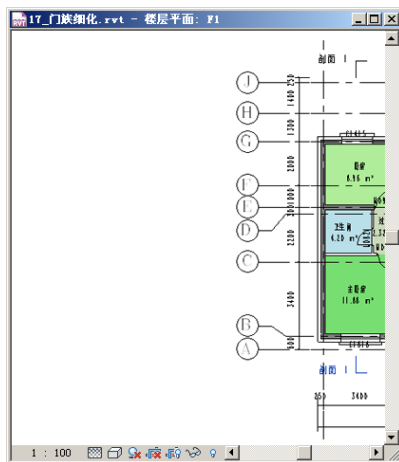

图 5-72
- 10) 选择剖面 1，点击剖面线中间的“线段间隙”，托拽控制柄，效果如图 5-72 所示。